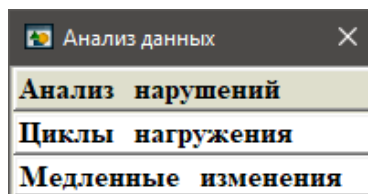

Рисунок 2.9 – Контекстное меню кнопки «ААД» на нижней панели Mexico
- 5) «ААД» - кнопка вызова меню функции «Анализ архивных данных» (рис.2.9);